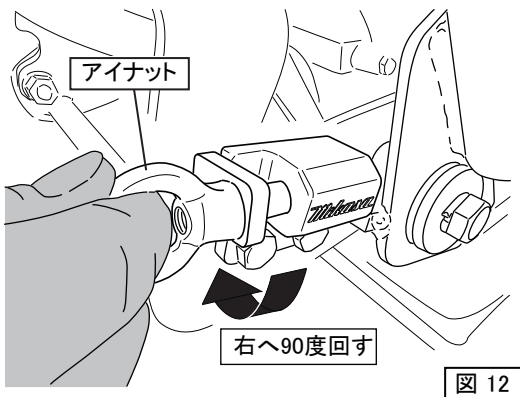

図 12
2. ハンドルを後方に倒して、ハンドルストッパーで固定します。ハンドルストッパーのアイナットを90度右へ回します。(図12)